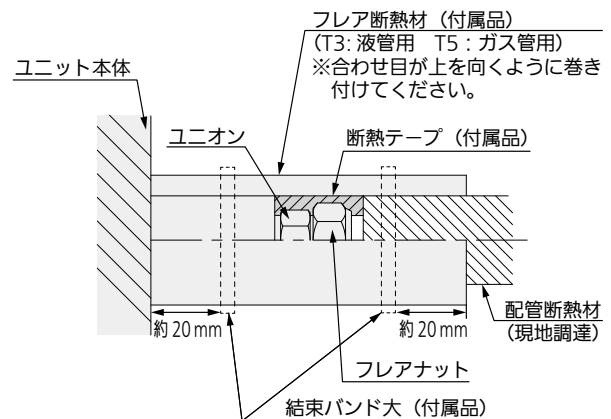

図11
- 図11に従って液管・ガス管とも、断熱してください。フレアナット部もしくは、ねじ接合継手部に断熱テープ（付属品）を巻き付けてください。配管接続部にはフレア断熱材（付属品）を隙間がないように巻き付け、結束バンド大（付属品）で締め付けてください。結束バンドの余分な部分は切断してください。（断熱をしない場合や隙間がある場合、結露して水漏れの原因になります）